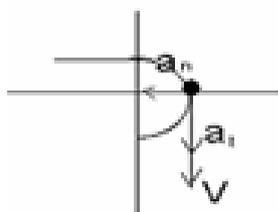

Рис. 1
1. Рис. 1
1. Рис. 1	А. Жесткая заделка